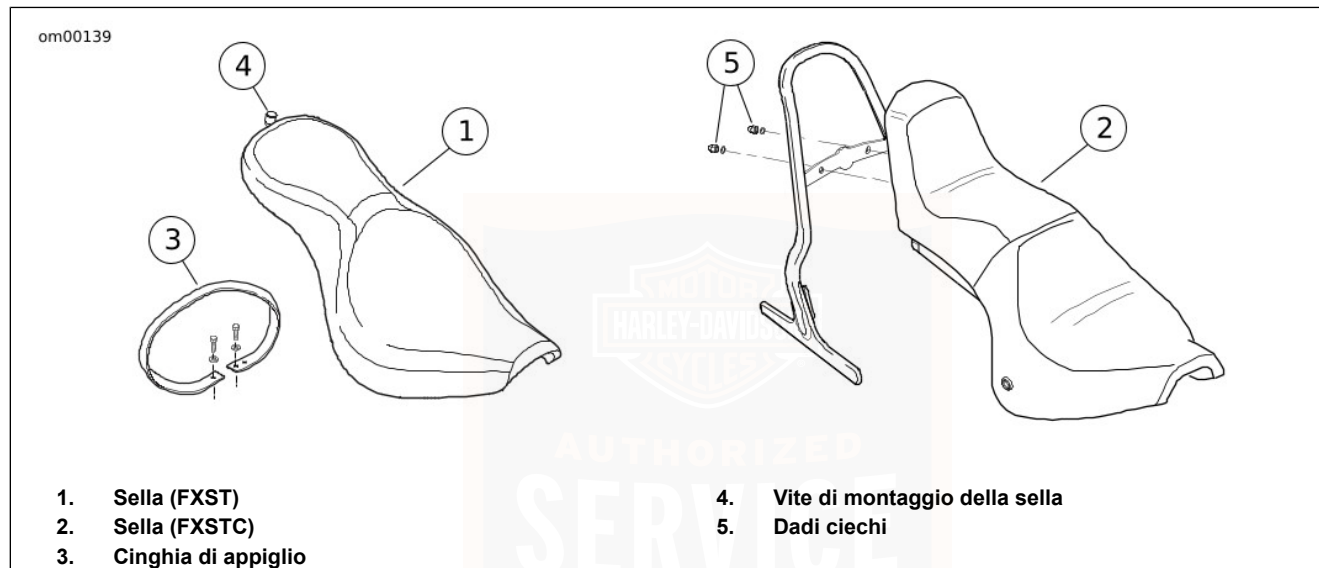

Figura 64. Sella: Modelli FXST/FXSTC
1. Vedere Figura 64. Rimuovere le viti di montaggio della sella dalla parte superiore del parafango posteriore o togliere i due dadi ciechi che fissano la sella del modello FXSTC allo schienalino.